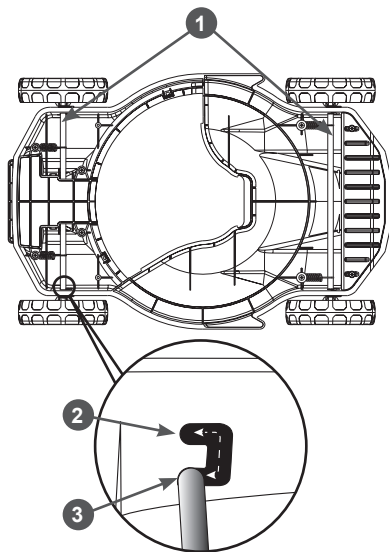

Рис.15 Регулировка высоты скашивания
2. Перевернуть колесную базу, чтобы обе колесные оси были доступны (Рис.15)
3. Потяните за колесную ось, выведите ее из паза и переставьте каждый ее конец в нужный паз. То же самое проделайте с другой осью. Обе оси необходимо установить в одинаковые пазы, паз А (Рис. 15) обеспечивает высоту скашивания 35 мм, паз В – 55 мм.